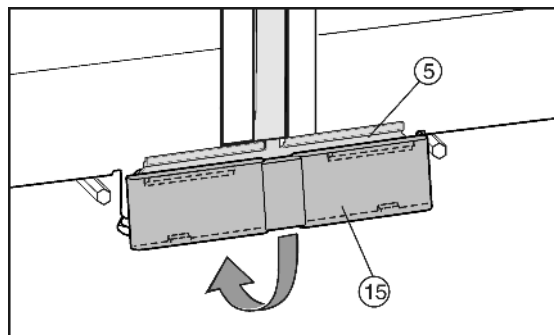

Fig. 11
- ▶ Τοποθετήστε το κάτω κάλυμμα Fig. 11 (15) από την πάνω πλευρά στο έλασμα σύνδεσης Fig. 11 (5) και κουμπώστε το κάτω.